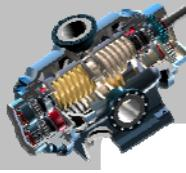
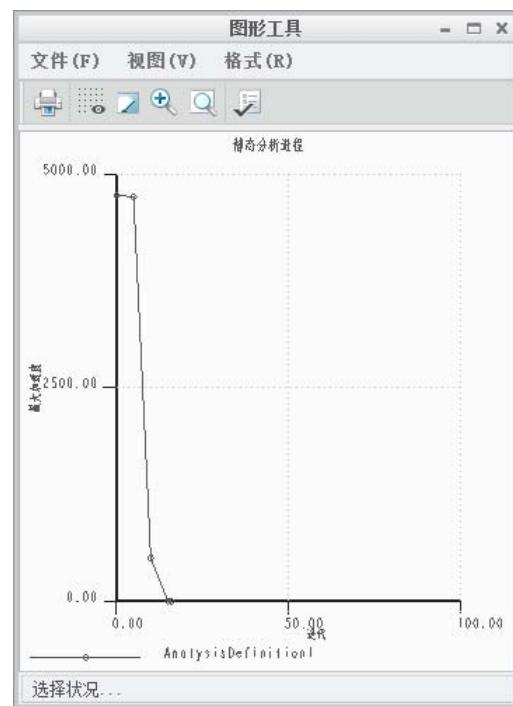

图 6.5.9 “分析定义”对话框
图 6.5.10 “图形工具”对话框
(1) 选择命令。单击 **分析** ▾ 区域中的“机构分析”按钮 ，系统弹出图 6.5.9 所示的“分析定义”对话框。
(2) 定义分析类型。在 **类型** 下拉列表中选择 **静态** 选项。
(3) 定义初始配置。在 **初始配置** 区域中选择 **快照** 单选项。
(4) 定义分析步距。在 **最大步距因子** 中取消选中 **默认首选项** 复选框，在其后的文本框中输入值 0.01。
(5) 定义外部载荷。单击 **外部载荷** 选项卡，选中 **启用重力** 复选框。
(6) 运行运动分析。单击“分析定义”对话框中的 **运行 (R)** 按钮，查看机构的运行状况。此时机构逐渐达到平衡状态，并显示图 6.5.10 所示的“图形工具”对话框。该对话框中显示了加速度迭代图形。
(7) 单击 **确定** 完成运动分析，关闭“图形工具”对话框。